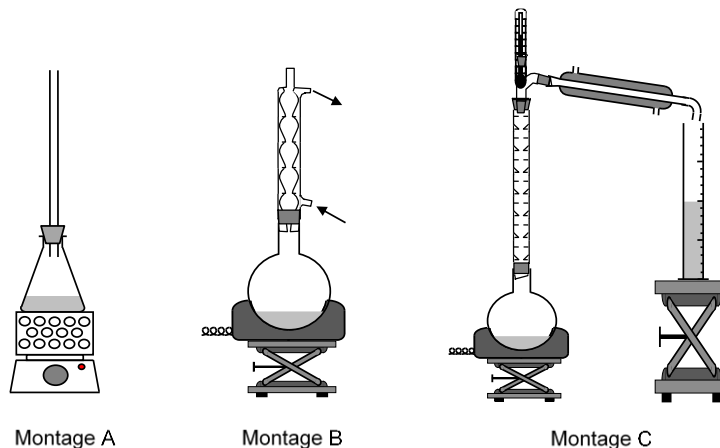

Figure 2. Montages de synthèse
2.2. Identifier, parmi les montages représentés figure 2, celui correspondant à l'étape 1 du protocole de synthèse.